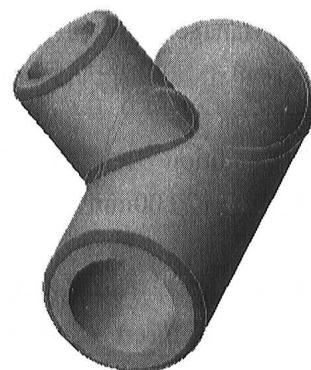

图 3-6 倒圆角
6. 倒圆角。选择倒圆角命令，设定圆角半径为 3.00mm，按照如图 3-6 所示选择边线。